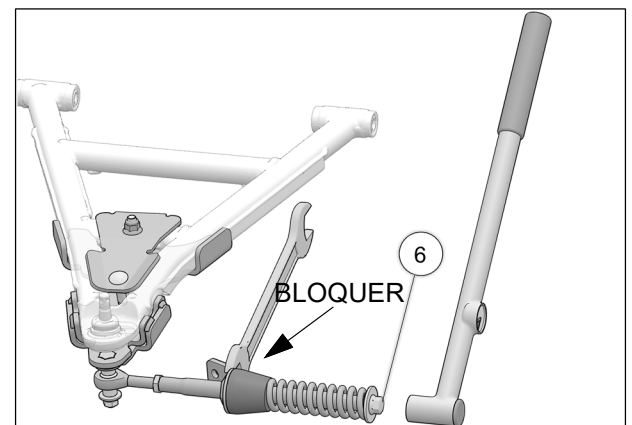

Fig. 19
11. Vérifier que le boulon du ressort (6) est serré au couple recommandé: 75 Nm [55 lb•pi]. Assurez-vous de bloquer en position, l'écrou devant l'amortisseur en caoutchouc. Voir Fig. 19